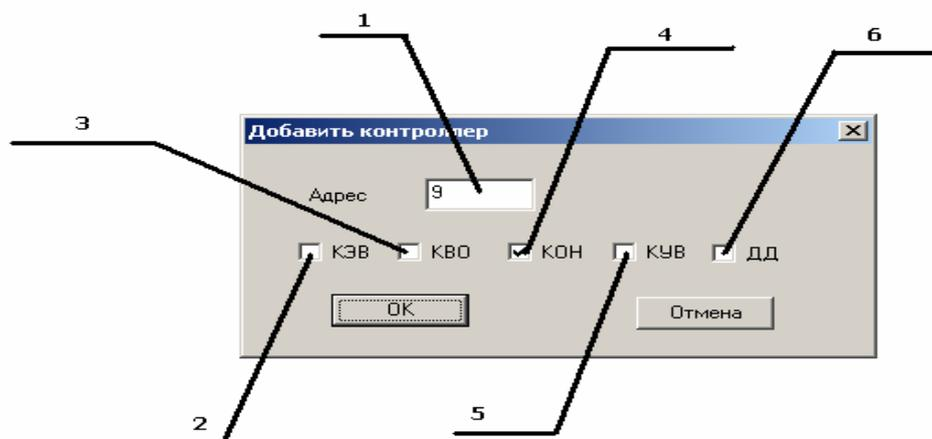

Рисунок 3.4 - «Параметры контроллера»
- 3 В появившемся окне (рисунок 3.4) установить параметры контроллера
Для изменения параметров существующего контроллера необходимо выполнить двойной щелчок мыши по имени соответствующего контроллера в дереве устройств, после чего, на экране отобразиться окно ввода параметров контроллера со старыми настройками (рисунок 3.4)